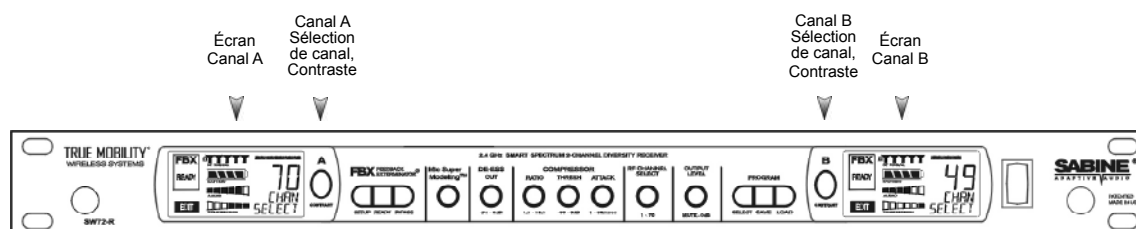

Fig. 5h
2. **Choisissez un montage avant ou arrière des antennes (pour assurer le contact visuel).** Le plus souvent, les antennes sont montées sur le panneau arrière du récepteur, mais l'accessoire (livré) SWA700 permet de les visser en face avant et de les connecter, via un cavalier, aux connecteurs arrière. Si vous installez les récepteurs dans un rack plus profond qu'eux, placez les antennes en face avant, pour une meilleure réception. Pour tout récepteur racké, essayez de laisser les 3 derniers centimètres de chaque antenne dépasser de part et d'autre du rack (voir Fig. 5h). Les récepteurs non rackés doivent être orientés de façon à ce que leurs antennes se trouvent face aux émetteurs.